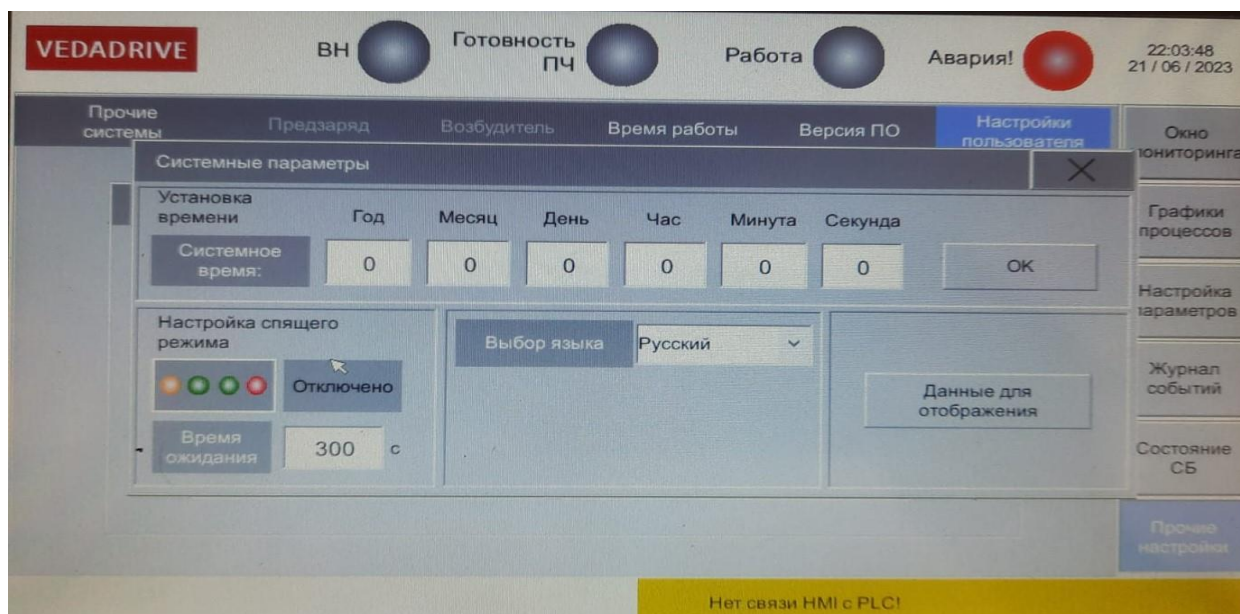

Рис. 5.9 – Системные параметры
- Системные параметры (см. рис. 5.9) - установка времени, настройка спящего режима HMI-панели, выбор языка интерфейса (доступны: русский, английский, китайский, немецкий, французский), дополнительные данные для отображения на окне мониторинга (Входной коэффициент мощности, Входная мощность, Выходной коэффициент мощности, Выходная мощность);